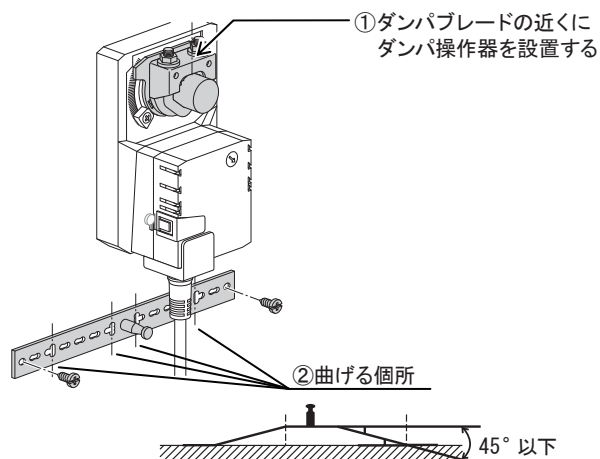

図10 ユニバーサルブラケットの取付時の注意
- ② ユニバーサルブラケットを曲げる。『図10』を参照し、曲げるときは、同一個所で一度のみ、曲げる角度は、45°以下にします。